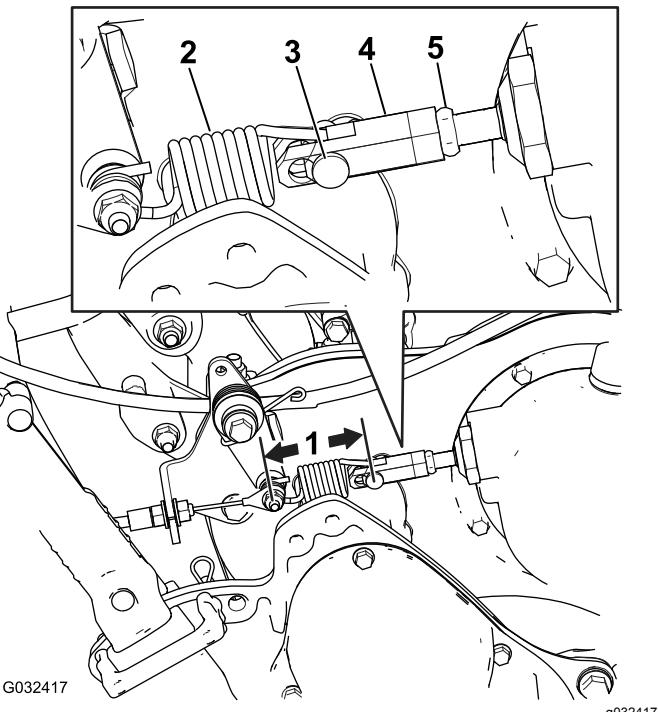

Figura 49
2. Mida la distancia desde el pasador en cada extremo del muelle del control de tracción (Figura 49); si la distancia no es de 7,3–7,6 cm, ajuste el embrague siguiendo los pasos indicados a continuación.
- B. Afloje la contratuerca del tensor y retire el pasador de horquilla, desconectando el muelle del tensor (Figura 49).
- F. Mida la distancia desde el pasador en cada extremo del muelle del control de tracción (Figura 49); repita los pasos A a F hasta que quede una distancia de 7,3–7,6 cm.